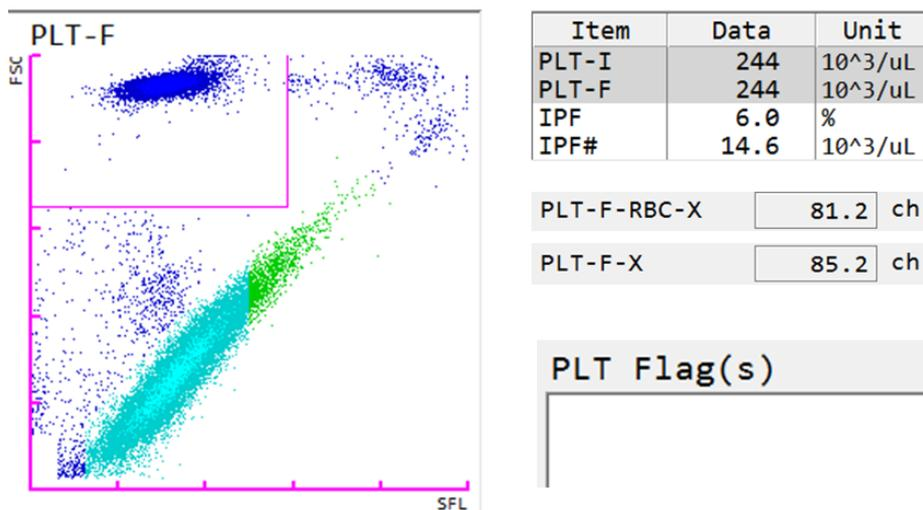

Fig. 1: campione con una classificazione PLT-F corretta e un'intensità di fluorescenza normale
- Dopo la ricarica di reagente, analizzate almeno cinque campioni di sangue umano e verificate sullo scattergram PLT-F se sono presenti anomalie (cfr. fig. 1 e fig. 2 qui sopra) per assicurarvi che il reagente sia stato caricato correttamente.